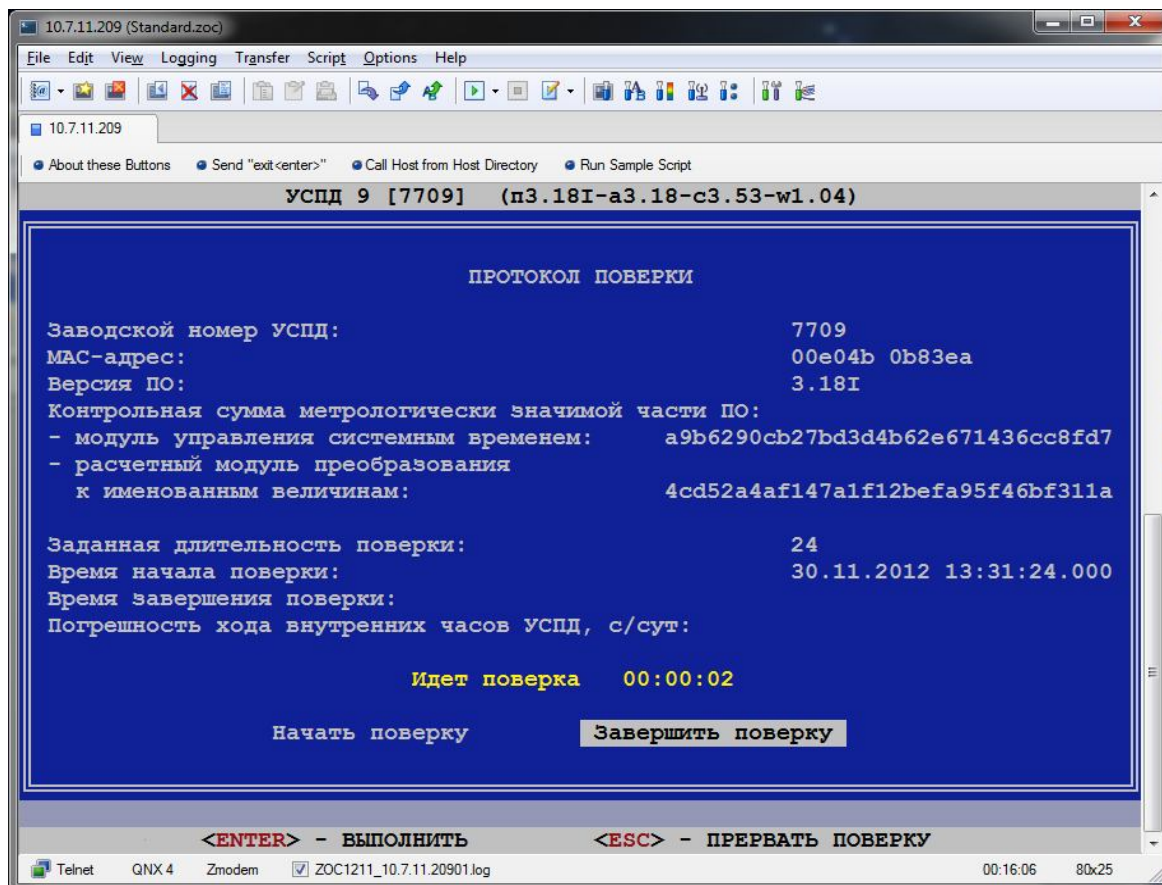

Рисунок 28
3. В окне программы должна появиться информационная строка с индикацией текущей длительности поверки, и начала поверки. Пункты «Завершение поверки», Погрешность хода внутренних часов УСПД станут пустыми, а указатель текущего пункта меню переместится на пункт «Завершить поверку»: рисунок 28. Появится надпись «Идет поверка» с указанием ее текущей длительности.